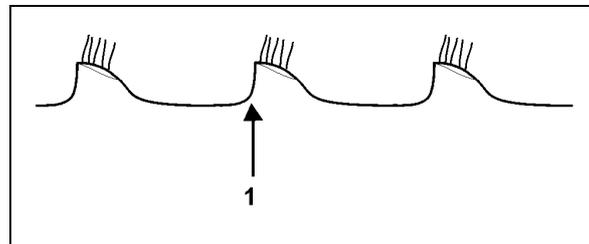

Fig. 22
- (Fig. 22): Die Schnittkante der 2. Scheibenreihe ist nicht sichtbar und folgt der 1. Scheibenreihe. 1. Scheibenreihe nach links versetzen.